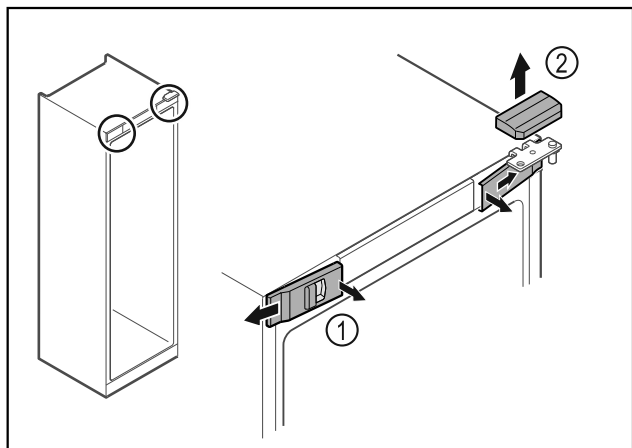

Fig. 9
- ▶ Wyciągnąć przednie osłonki Fig. 9 (1) i odchylić w bok.
- ▶ Górną osłonkę Fig. 9 (2) zdjąć w górę.